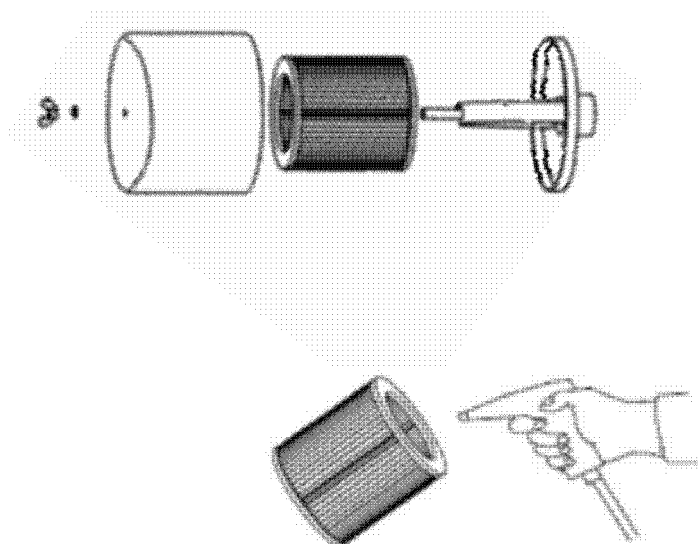

Рисунок 11
8.2.3 Очистка и замена фильтра воздушного (рис.11):